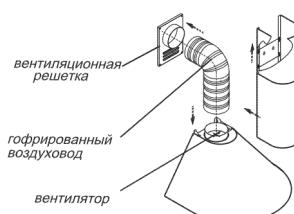

рис. 7
6.3 В зависимости от режима эксплуатации вытяжки соедините вентилятор с вентиляционной решеткой полужестким гофрированным воздуховодом (рис. 7) или установите на вентилятор угольные фильтры*.
6.4 Установите фальштрубы (рис. 7, 8). Выдвиньте верхнюю фальштрубу и навесьте ее через отверстия «замочная скважина» (расположенные на кронштейне).